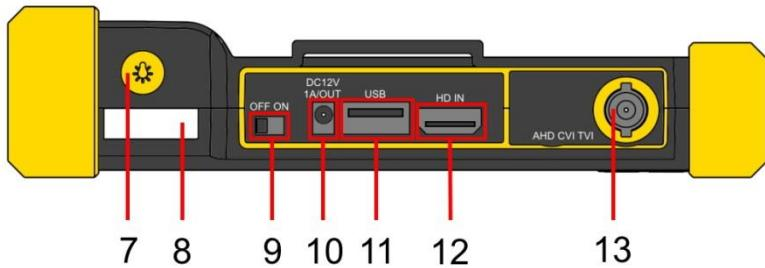
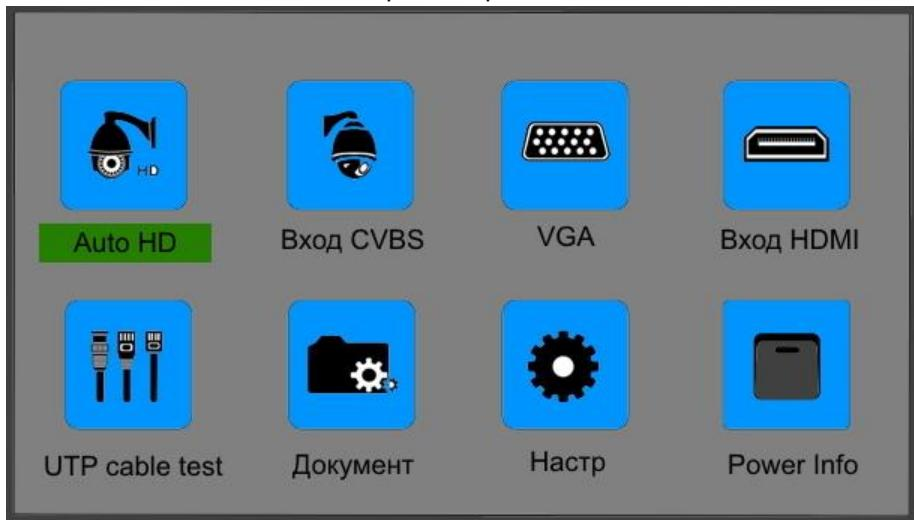

Рис.4 Тестер TSH-H-5, разъемы и кнопки верхней панели
Рис. 6 Главное меню тестера
Главное меню (Рис. 6) содержит восемь иконок отвечающих за различные функции тестера. Навигация по меню осуществляется с помощью группы кнопок на верхней панели (3) Рис. 3.
Подключение аналоговой (CVBS) или AHD/TVI/CVI видеокамеры производится к разъему BNC (13) Рис.4 с обозначением AHD CVI TVI на верхней панели тестера. При необходимости нужно использовать кабель BNC-BNC из комплекта поставки (Рис. 6).
Подключение HDMI-устройств производится к входу с обозначением HDMI IN на верхней панели тестера (12) Рис. 4. Тестер в этом режиме работает как HDMI - монитор.
Данная функция тестера позволяет получать информацию о примерной мощности потребления подключенной к тестеру нагрузки (когда тестируемая камера получает питание от тестера через выход DC12V/1A (10) Рис. 4). Для включения этой функции с помощью кнопок навигации войдите в пункт главного меню Power Info. На экран будет выведено напряжение питания и мощность подключенной нагрузки.